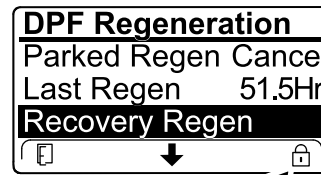

Bild 53
- Wenn der Motorcomputer keine Wiederherstellung-Regenerierung anfordert hat und Sie auf die Option RECOVERY REGEN. navigieren, ist die Wiederherstellung-Regenerierung gesperrt und das Schloss-Symbol (Bild 53) wird unten rechts im InfoCenter angezeigt.